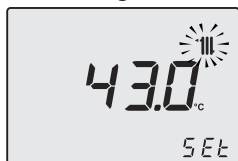

Figura 2.9
- il valore di "set" della temperatura dell'acqua calda di mandata riscaldamento ed il simbolo  lampeggiano. Il fondo del display appare illuminato (Figura 2.9).